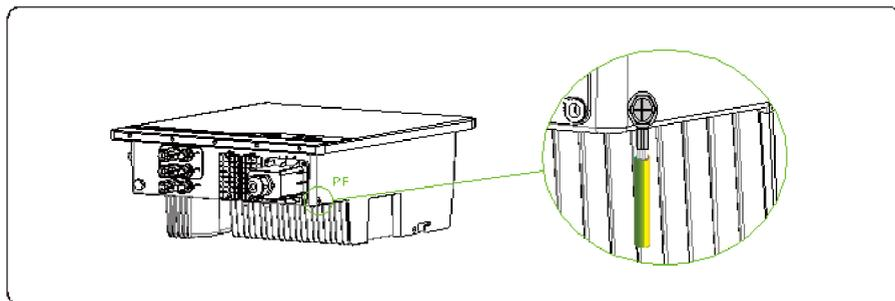

Figura 5.4 Fixar o cabo GND
Passo 4 Fixe o cabo GND (feito pelo passo 1 & 2) usando o parafuso terra e aperte o parafuso usando uma chave de soquete (torque 1,2 N-m), como mostrado na Figura 5.4.